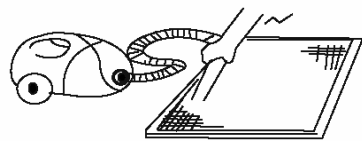

Fig. 1
- Si vous utilisez un aspirateur, positionner le filtre entrée d'air vers le haut. (cf. Fig. 1)